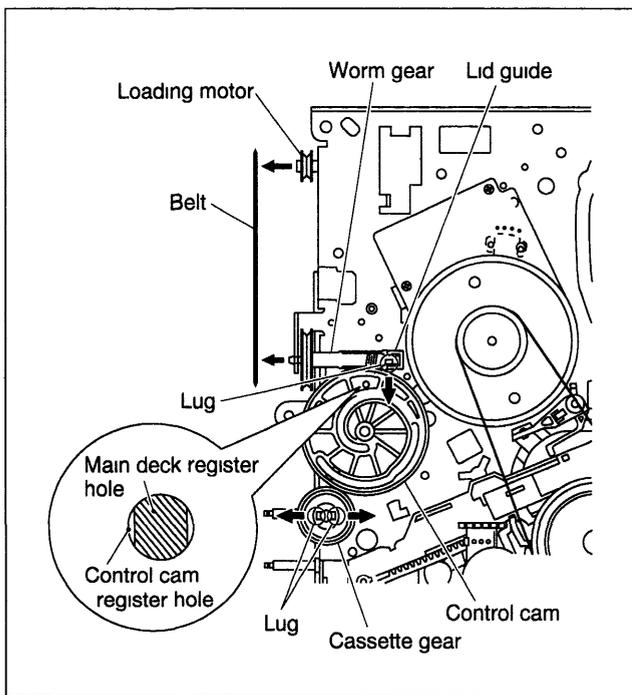

Fig 2-2-22
- (1) Remova o came de controle levantando-o
- (2) Abra as duas travas (lug) da engrenagem de carregamento cassete para fora e puxe-a
- (3) Remova a correia (belt) da engrenagem com rosca sem fim e o motor de carregamento (loading motor).
- (4) Abra a trava do guia de abertura da tampa da fita (lid guide) para fora e remova a engrenagem com rosca sem fim
- (5) Quando instalando o came de controle, assegure-se que o furo deste esteja alinhado com o furo do chasis (Veja Fig 2-2-22)